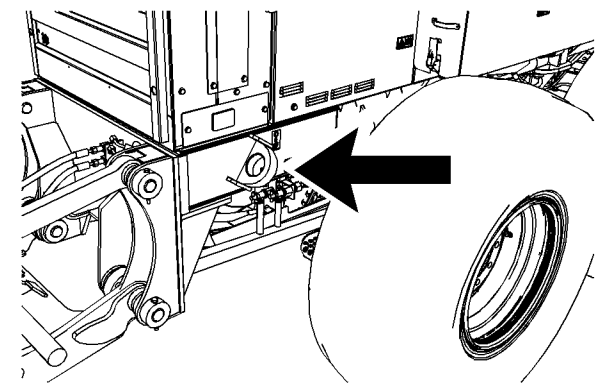

Ilustración 94
4. Instale dos cables de levantamiento en la parte trasera de la máquina. Hay un cáncamo de levantamiento en cada lado de la parte trasera de la máquina. Los cáncamos de levantamiento están identificados con una etiqueta que muestra un gancho. Consulte la ilustración 94 .